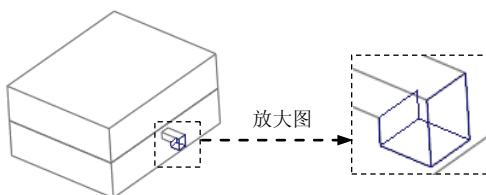
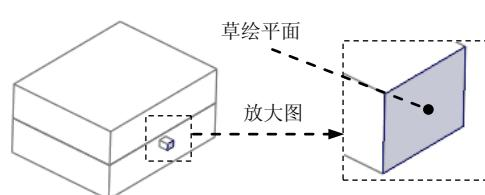
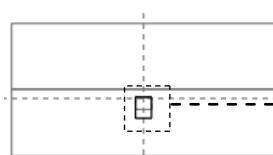

图 27.29 实体拉伸特征 2
图 27.30 定义草绘平面
图 27.31 截面草图
Step6. 创建图 27.29 所示的实体拉伸特征 2。单击 **模具** 操控板 **形状** ▾ 区域中的 按钮, 此时系统弹出“拉伸”操控板; 在出现的操控板中, 确认“实体”类型按钮 被按下; 右击, 从系统弹出的菜单中选择 **定义内部草绘...** 命令, 选取图 27.30 所示的平面为草绘平面, 接受系统默认的箭头方向为草绘视图方向, 然后选取 **MAIN_PARTING_PLN** 基准平面为参考平面, 方向为 **上**。单击 **草绘** 按钮, 进入草绘环境; 进入截面草绘环境后, 选取 **MOLD_FRONT** 基准平面和 **MAIN_PARTING_PLN** 基准平面为草绘参考, 利用“投影”命令绘制图 27.31 所示的截面草图; 完成截面草图的绘制后, 单击“草绘”操控板中的“确定”按钮 ; 在操控板中选取深度类型 , 再在深度文本框中输入深度值 20.0, 并按 Enter 键; 接受系统默认的拉伸方向; 在“拉伸”操控板中单击 按钮, 完成特征的创建。